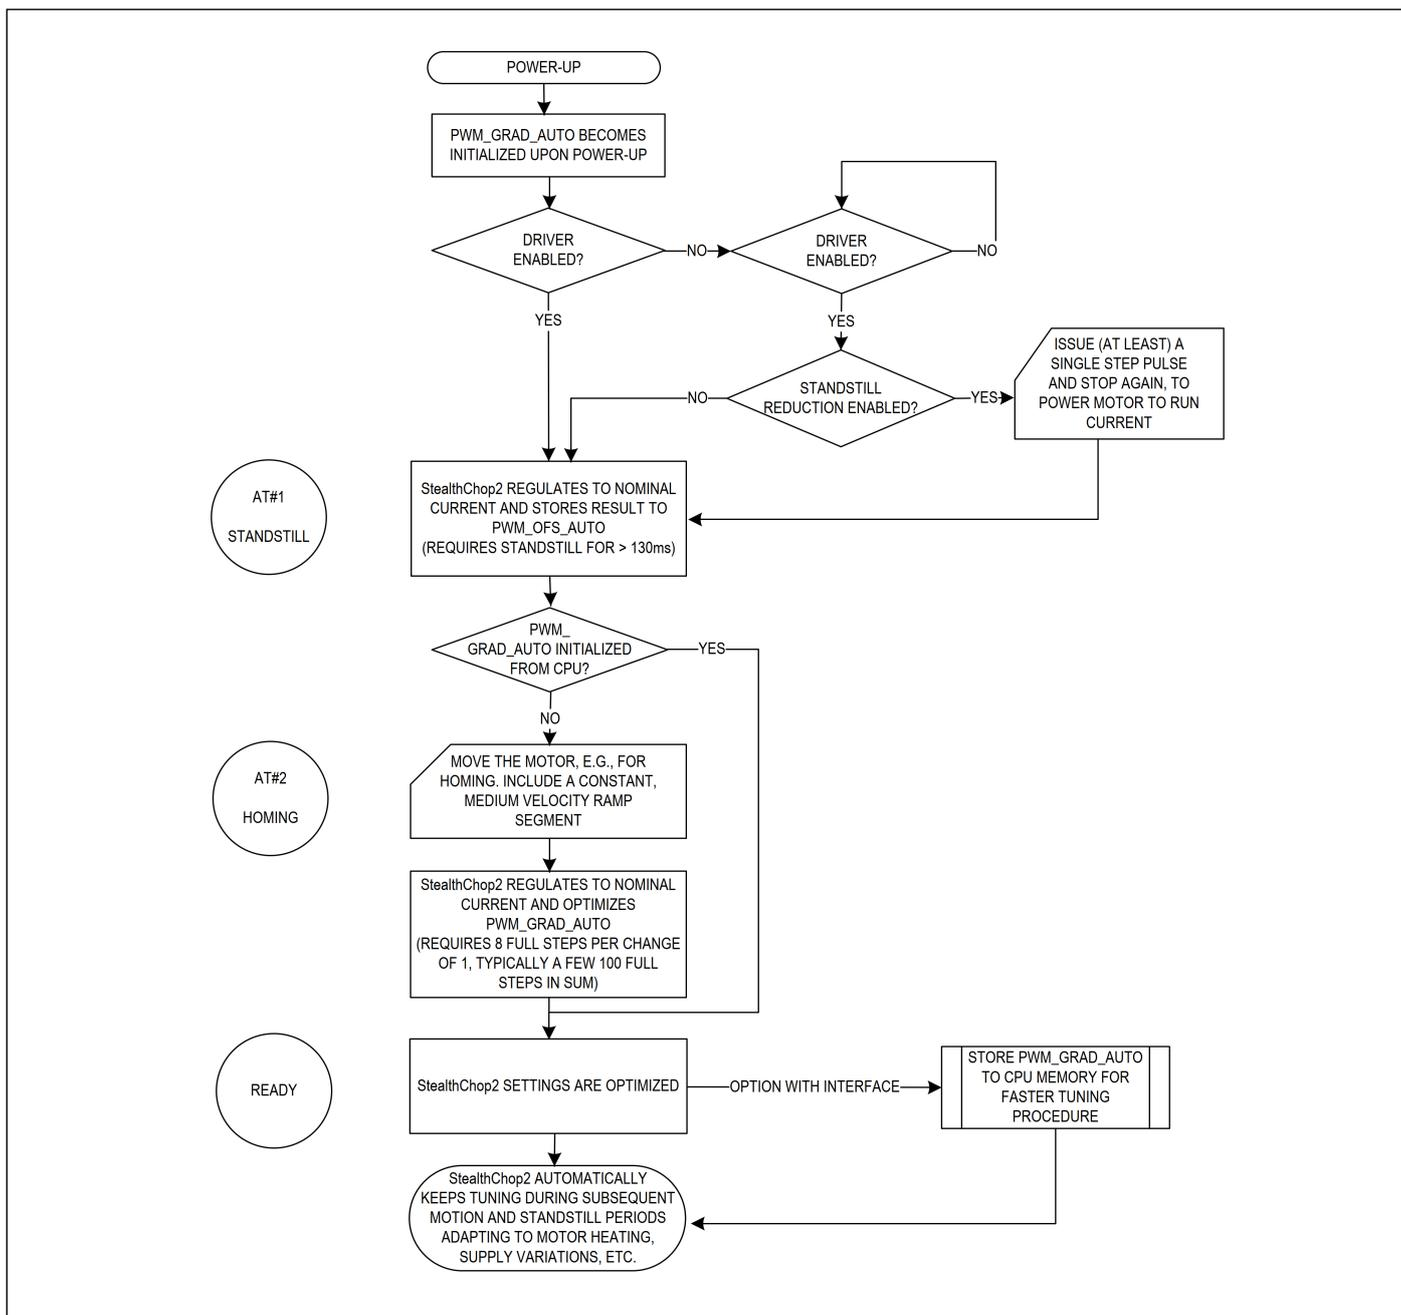

図 13. StealthChop2 の自動調整手順
StealthChop2 には自動調整 (AT) プロシージャが内蔵されており、極めて重要な動作パラメータを自動的にモータに適用します。したがって、StealthChop2 では、高いモータ・ダイナミクスが可能で、モータを非常に小さな電流までパワーダウンできます。最善の結果を得るために考慮すべきステップはわずか 2 つです (表 7 参照)。まず、停止状態からモータを始動します。ただし、公称稼働電流 (AT#1) を供給します。次に、モータを例えば、ホーミング・プロシージャの一部として、中間速度にします (AT#2)。図 13 のフローチャートに、この調整プロシージャを示します。